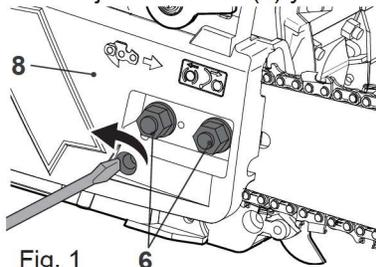

Fig. 1
- > Afloje las tuercas (6) y retire la cubierta (8) (Fig. 1/2)